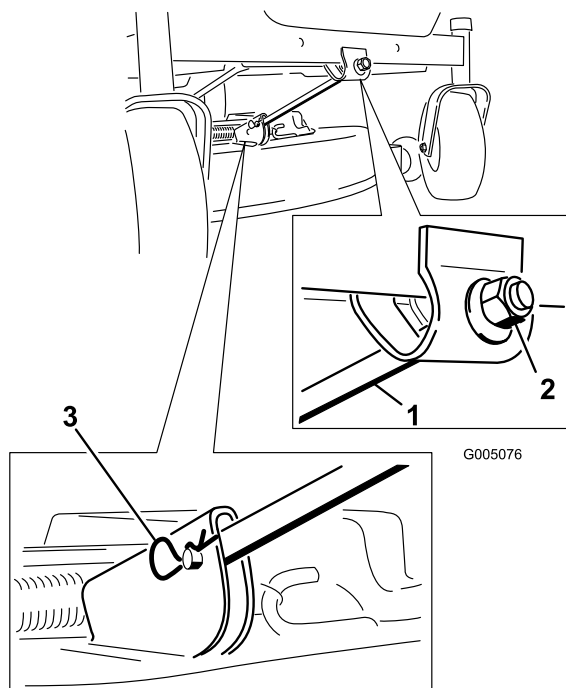

Figura 55
4. Retire el pasador y la chaveta de la varilla de soporte delantera (Figura 55). Baje cuidadosamente la parte delantera de la plataforma del cortacésped al suelo.
6. Conecte la varilla de soporte delantera a la plataforma del cortacésped con el pasador y la chaveta (Figura 55).